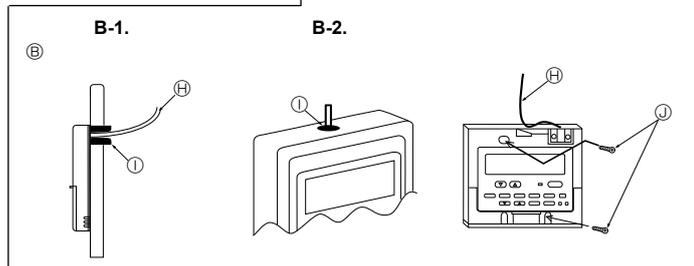

Fig. 7-7
- (2) Замажьте сервисный вход в пульт дистанционного управления замазкой для предотвращения попадания капель росы, воды, а также тараканов или червей. (Fig. 7-7)